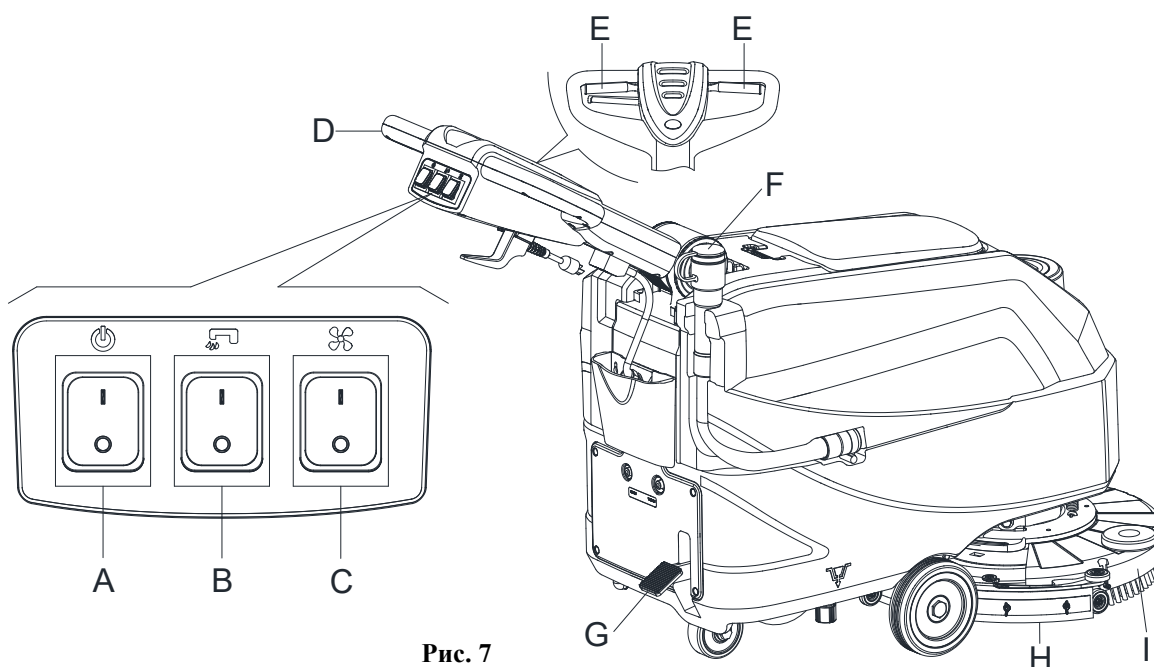
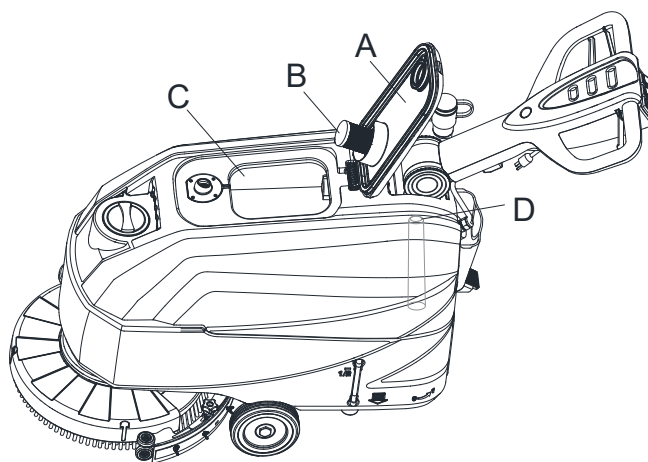

Рис. 7
Рис. 9
2. Переместите машину на место уборки, толкая ее двумя руками при помощи рукоятки (D, Рис. 7).
3. Опустите настил щетки/штатива подкладки (I, Рис. 7) и скребок (H), подняв педаль (G).
4. Нажмите переключатель питания (А, Рис. 7) в положение «I».
5. Нажмите переключатель подачи раствора (В, Рис. 7) в положение «I». (Используйте одновременно с переключателем безопасности (Е) для управления электромагнитным клапаном).
6. Нажмите переключатель вакуумной системы (С, Рис. 7) в положение «I».
7. Начните уборку, толкая машину руками, расположенными на рукоятке (D, Рис. 7), и нажимая на рычаг переключателя безопасности (Е, Рис. 7).
Для движения машины вперед нажмите левый или правый рычаг переключателя безопасности (E, Рис. 7) или оба.
10. Остановите машину, используя рукоятку (D, Рис. 7).
11. После завершения использования машины отпустите рычаг переключателя безопасности (E), чтобы выключить щетку/штатив подкладки и электромагнитный клапан.
12. Нажмите переключатель управления раствором (B) в положение «OFF» (ВЫКЛ.), чтобы полностью перекрыть поток раствора.
13. Нажмите переключатель вакуумной системы (C) в положение «OFF» (ВЫКЛ.). Вакуумная система остановится через несколько секунд.
15. Поднимите настил щетки/штатива подкладки (I, Рис. 7) и скребок (H), нажав на педаль (G).
2. Удерживая обе руки на рукоятке, нажмите на рычаг переключателя безопасности (E, Рис. 7), а затем маневрируйте машиной и начните чистку скребком/сушку пола.
Поплавковая система выключения (В, Рисунок 9) блокирует вакуумную систему, когда бак грязной воды (С) полон. Дезактивизация вакуумной системы сигнализируется внезапным увеличением частоты шума двигателя вакуумной системы, а также не происходит сушка пола.
Если вакуумная система выключилась случайно (например, когда поплавок блокирует из-за внезапного движения машины), для возобновления работы: выключите питание и вакуумную систему, нажав на переключатель питания (39 и 41), затем откройте крышку (А, Рис. 9) и убедитесь, что поплавок внутри поплавковой камеры (В) опустился ниже уровня воды. Затем закройте крышку (А) и нажмите на переключатель питания (39 и 41), включите электропитание от сети и вакуумную систему.
Если бак грязной воды (С, Рис. 9) заполнен, слейте из него воду в соответствии со следующей процедурой.
2. Поднимите настил щетки/штатива подкладки (I, Рис. 7) и скребок (H), нажав на педаль (G).
4. Слейте воду из бака грязной воды при помощи шланга (F, Рис. 7). Затем промойте бак грязной воды (С, Рис. 9) чистой водой.
5. Снимите крышку бака грязной воды (А, Рис. 9) и очистите внутреннюю сторону крышки и поплавковую камеру фильтра (В) чистой водой.
6. Проверьте бак грязной воды (D, Рис. 9) на наличие застрявших посторонних предметов и очистите его от них.